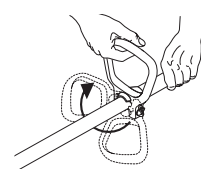

Fig. 6
- Repérez l'écrou papillon sur la poignée en D. Dévissez l'écrou papillon suffisamment pour desserrer la poignée en D (Fig. 6).
- Tournez la poignée en D à la verticale, sur le devant du corps de l'arbre (Fig. 6).